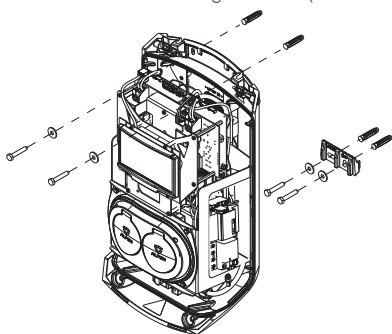

Abbildung 3: Wandmontage
5. Befestigen Sie das Gehäuse auf der Oberseite mit zwei Schrauben an der richtigen Position (siehe Abbildung 3).
11. Ziehen Sie die beiden Schrauben an der Oberseite des Geräts mit einem Torx T25-Schraubendreher an (Abbildung 3).